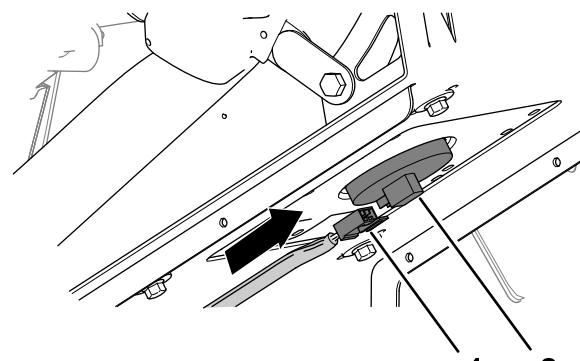

**Figure 224**
5. Fixez la bêquille au support du siège avec la rondelle et la goupille fendue (Figure 224).